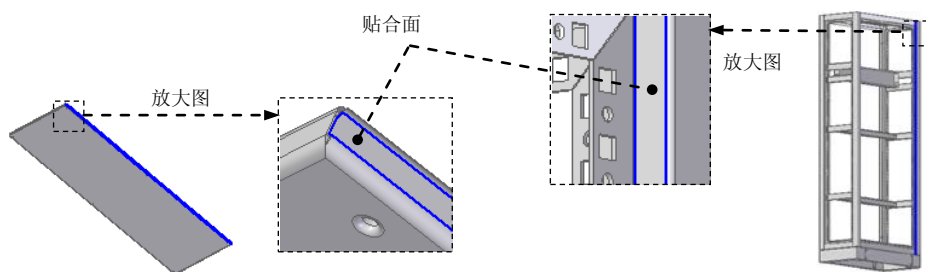

图 8.13.369 贴合面
(2) 单击“相关”区域中的  命令，选取图 8.13.369 所示的两个钣金件上要配合的面。